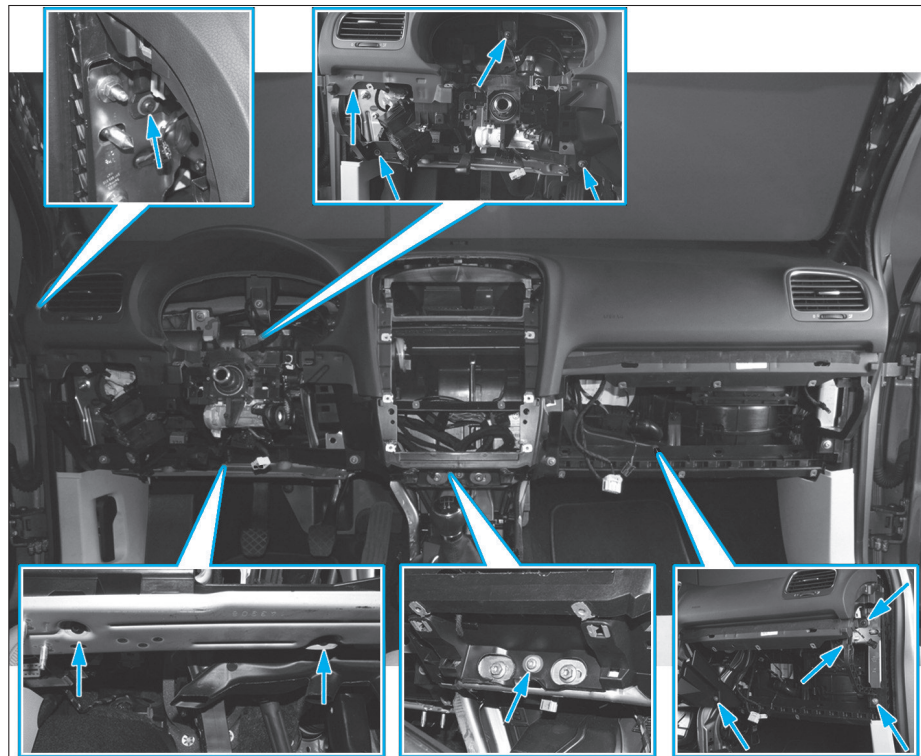

Fig. 37
- les douze vis de fixation de la planche de bord (Fig.37).